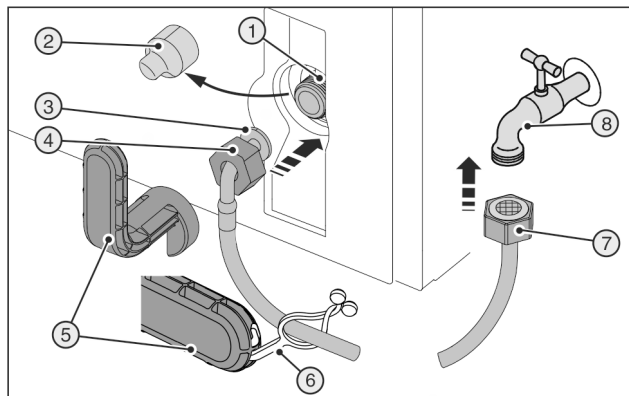
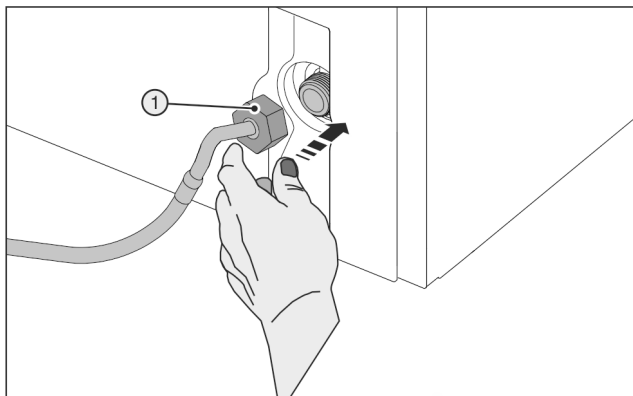

Fig. 45
Fig. 46
Törött segédszerszám Fig. 45 (5)!
- ▶ Kizárólag szobahőmérsékleten használja a segédszerszámot Fig. 45 (5).
- ▶ Húzza le a burkolatot Fig. 45 (2).
- ▶ Egyszerűsített szerelés: Fektesse a tömlő egyenes végét Fig. 45 (7) bal felé a padlóra.
- ▶ Tolja fel teljesen az anyát Fig. 45 (4) a meghajlított tömlő-véghez Fig. 45 (3), és tartsa meg.
► Óvatosan tegye fel az anyát Fig. 46 (1), és két ujjal, egyenesen tartva csavarja fel a menetre, míg biztosan ül a helyén.
► Húzza meg az anyát Fig. 46 (1) a segédszerszámmal Fig. 45 (5) az óramutató járásával megegyező irányban, míg el nem éri a maximális nyomatékot, és a segédszerszám Fig. 45 (5) leforog.
► Csavarja fel az anyát Fig. 45 (7) az elzáró szelepre Fig. 45 (8).
► Húzza meg az anyát Fig. 45 (7) a segédszerszámmal Fig. 45 (5) az óramutató járásával megegyező irányban, míg el nem éri a maximális nyomatékot, és a segédszerszám Fig. 45 (5) leforog.
► Nyissa ki a vízellátás elzáró csapját Fig. 45 (8), és ellenőrizze a teljes vízrendszer tömítettségét.
► Akassza be a fület Fig. 45 (6) a segédszerszamba Fig. 45 (5), és tárolás céljából rögzítse a rozsdamentes acéltömlőn.